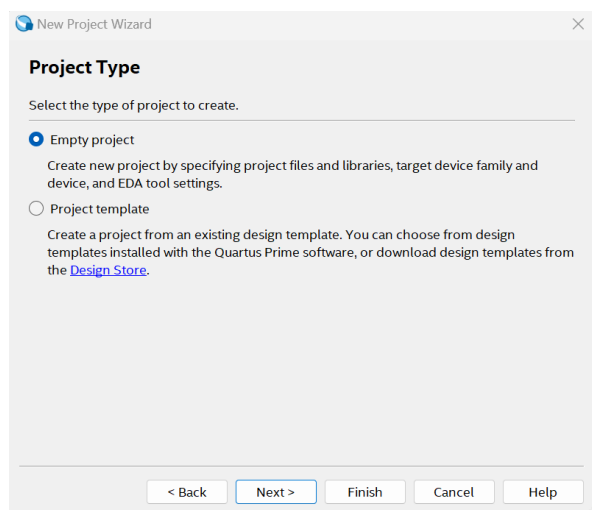

图 1-5 工程命名
4) 选择工程的类型，此处选中“Empty project”，说明当前的工程是一个空的工程，需要我们进一步设计，然后点击“Next”，如图 1-5 所示。